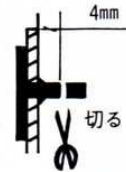

図11
4. 弁の長く出張った引込み用の凸部を短く残して切り取ります。(図11)